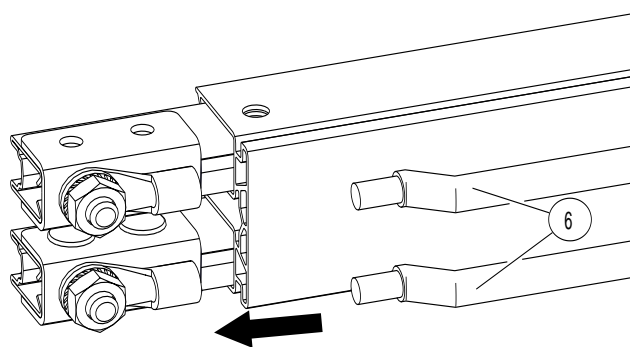

図20: 圧着ケーブルラグで接続ケーブルを圧着する
- 接続ケーブルの端をストリップし、圧着端子で圧着します（図20参照）。